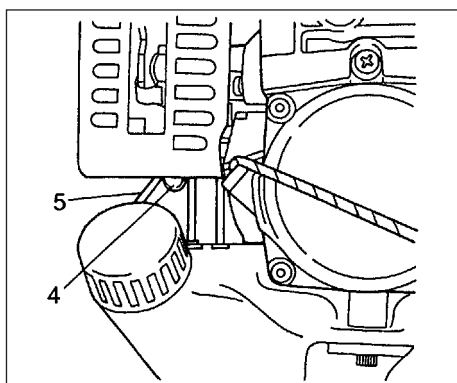

Fig. 2-2C
\* Tryk snapsepumpen (4) adskillige gange, så brændstoffet flyder gennem returrøret (5) (hvis udstyret med det) (Fig. 2-2C)
2. Tryk sikkerhedsafbryderen (2) (hvis monteret)